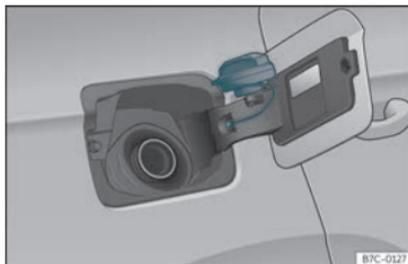

Fig. 197 Trappe à carburant avec bouchon ouvert.
- Placez le bouchon dans le logement se trouvant sur la charnière de la trappe à carburant ouverte» **fig. 197** .